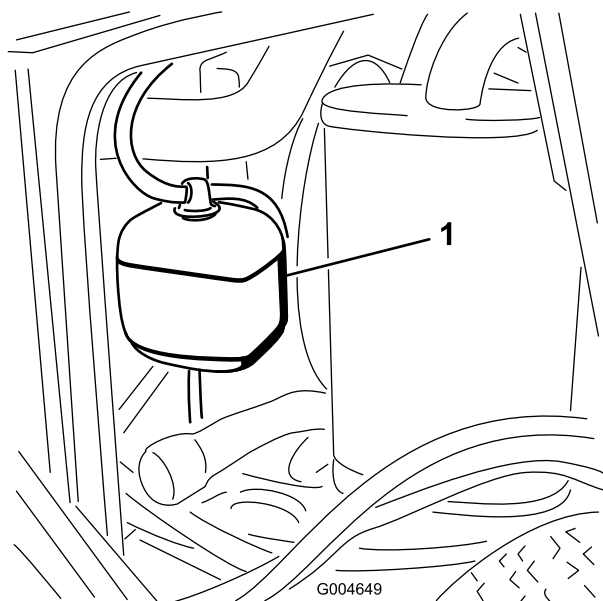

Figure 55
1. Vérifiez le niveau du liquide de refroidissement dans le vase d'expansion (Figure 55). Il doit se situer entre les repères qui figurent sur le côté du réservoir.